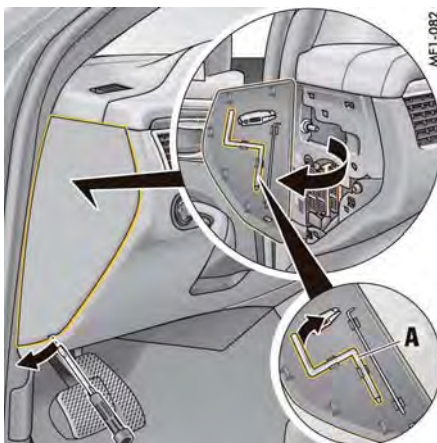

図176: 六角レンチを抜き取る
1. 運転席側インストルメント・パネルのカバーから六角キー・レンチ **A** を取り出してください(図176)。